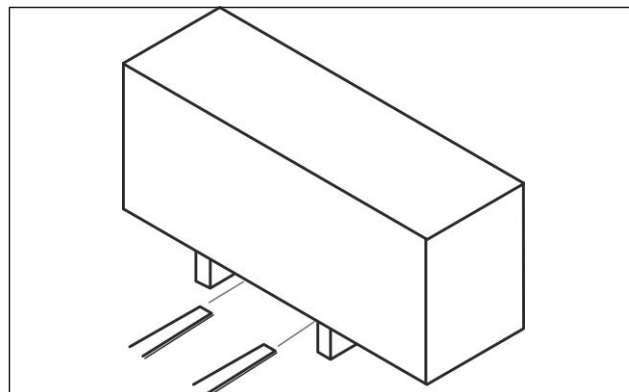

Abb. 7 Transport mit dem Gabelstapler
- Den Gabelstapler mit den Gabeln entsprechend Abb. 7 zwischen die Holme des Packstücks fahren.